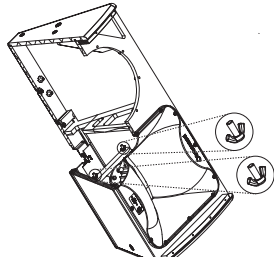

Fig. 3
4. Entra attraverso la cavità del driver dei bassi e allenta i due dadi ad alette che fissano il supporto di fissaggio del driver a compressione (fig 3).
10. Riavvitare i dadi ad alette sulla staffa di fissaggio del driver a compressione (fig 3).